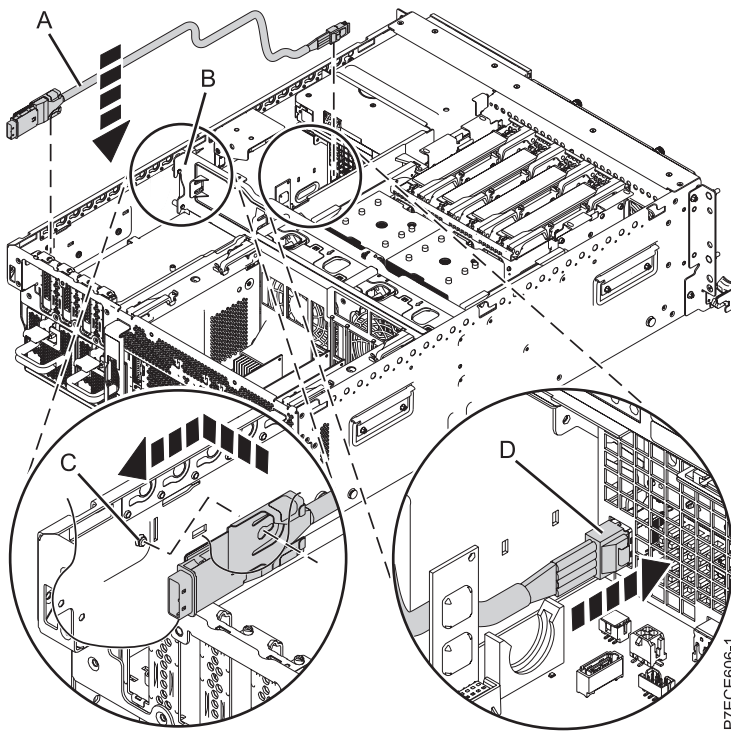

Figure 29. Installation du port SAS externe
11. Connectez le capuchon SAS du câble SAS (A) au port de connexion SAS externe situé à l'arrière du fond de panier système jusqu'à ce qu'il s'enclenche (voir figure 29).
12. Disposez le câble (A) à plat près de la paroi latérale et faites-le glisser via l'équerre centrale (B) vers le port de connexion SAS sur le fond de panier de l'unité de disque.
13. Poussez le capuchon SAS (D) dans le port de connexion SAS sur le fond de panier de l'unité de disque jusqu'à ce qu'il s'enclenche.